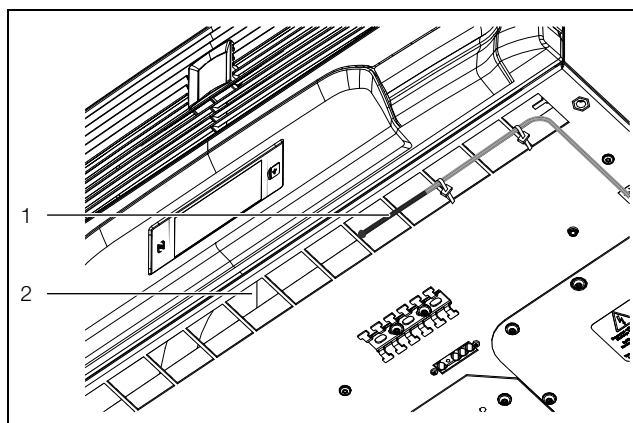

Fig. 14 : sonde de température devant la sortie d'air froid
- Installer la sonde de température au centre devant la sortie d'air froid du climatiseur (fig. 14).